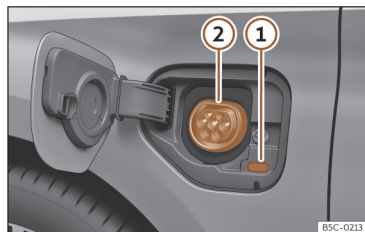

Fig. 56 Por trás da tampa de carregamento da bateria na parte dianteira esquerda: Tomada de carregamento.
>>> Fig. 56
- Com o veículo destrancado, ao pressionar a tampa de carregamento da bateria esta abre-se >>> Fig. 56.